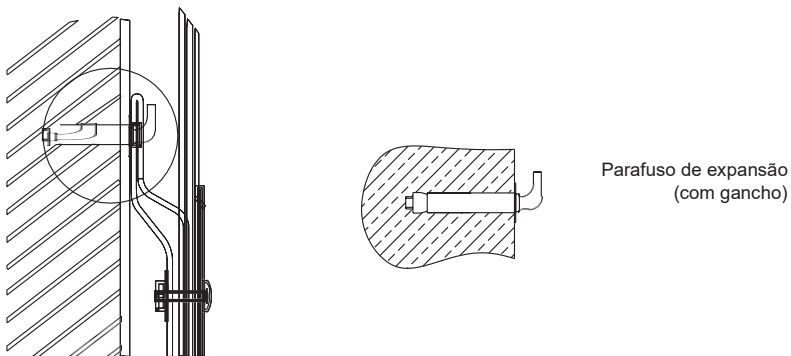

Fig.3
- ① Este termoacumulador elétrico deve ser instalado numa parede sólida. Se a resistência da parede não suportar uma carga igual a duas vezes o peso total do aquecedor cheio de água, é necessário instalar um suporte especial. Em caso de uma parede de tijolos ocós, preencha completamente com cimento.
- ② Após selecionar um local adequado, determine posições posição dos dois orifícios de instalação utilizados para os parafusos de expansão com gancho. Faça dois furos na parede com a profundidade correspondente, utilizando uma broca com o tamanho equivalente ao dos parafusos de expansão na máquina, insira os parafusos, posicione o gancho virado para cima, aperte firmemente as porcas e, em seguida, suspenda o termoacumulador elétrico (ver Fig.3).